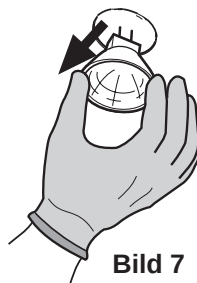

Bild 7
- Lampen anheben. **Bild. 7.**